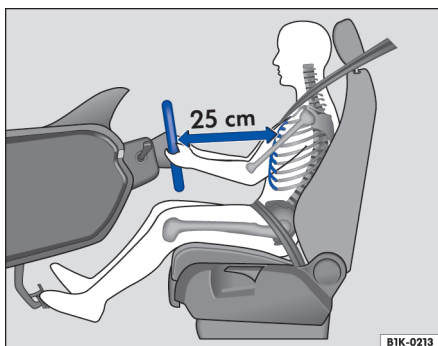

图 46 驾驶员与方向盘之间至少保持为 25 cm 的距离
- 调节方向盘，使驾驶员胸部与方向盘之间至少保持 25cm 的距离⇒图 46。